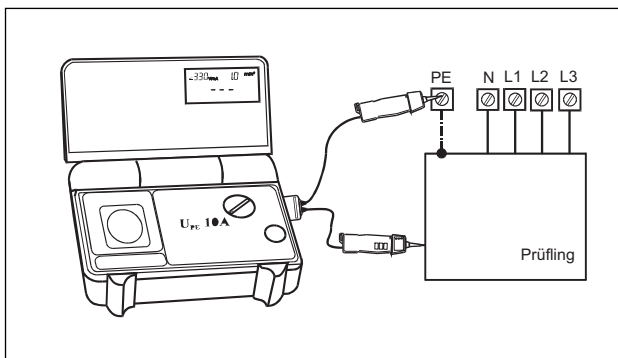

Abb.6.2
- Die Prüfspitzen des COMMANDER 2 (ggf. Messzubehör verwenden) mit dem Prüfling, wie in Abb. 6.2 dargestellt, verbinden: